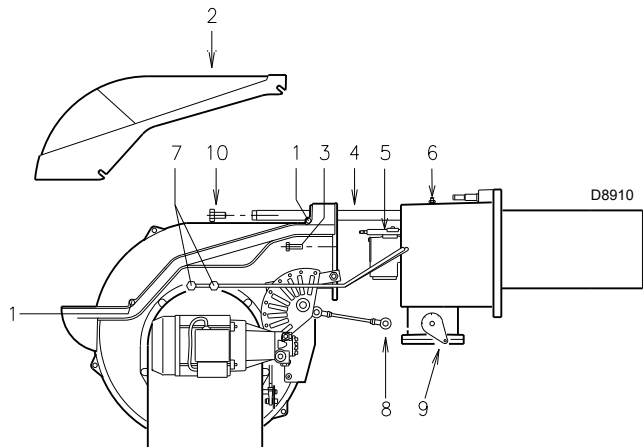

Abb. 42
- Lockern Sie die Schrauben 1)(Abb. 42) und nehmen Sie die Verkleidung 2) ab.
- Nun kann der innere Teil 5) nach dem Entfernen der Schraube 6)(Abb. 42) herausgezogen werden.
- Fügen Sie die Schrauben 3)(Abb. 42) wieder ein und ziehen Sie die Fühler- und Elektrodenkabel dann vorsichtig nach außen, bis sie leicht gespannt sind.